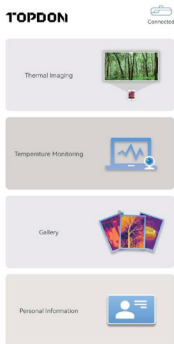

Figura 3.1.3
3. Abra o aplicativo TC001. O ícone na parte superior direita da tela inicial exibe "**Connected**" (veja figura 3.1.3).